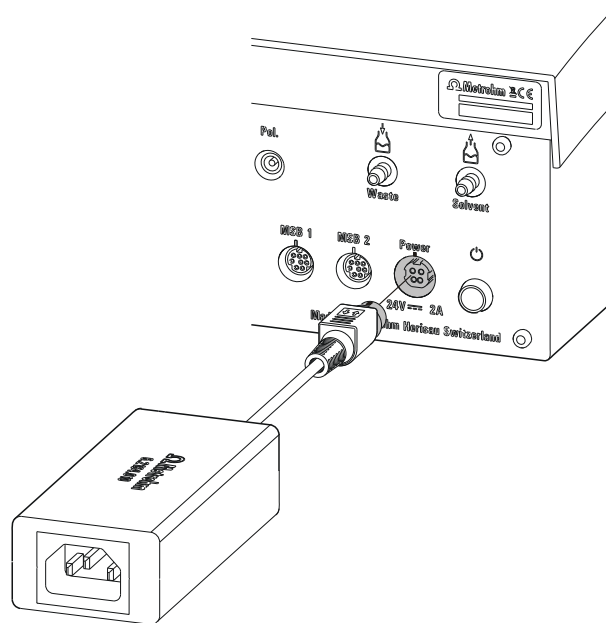

Figura 3 Conexión de la fuente de alimentación
- 1 Conecte el enchufe macho de la fuente de alimentación externa a la toma de conexión a la red del Ti-Touch (véase figura 3, página 13).